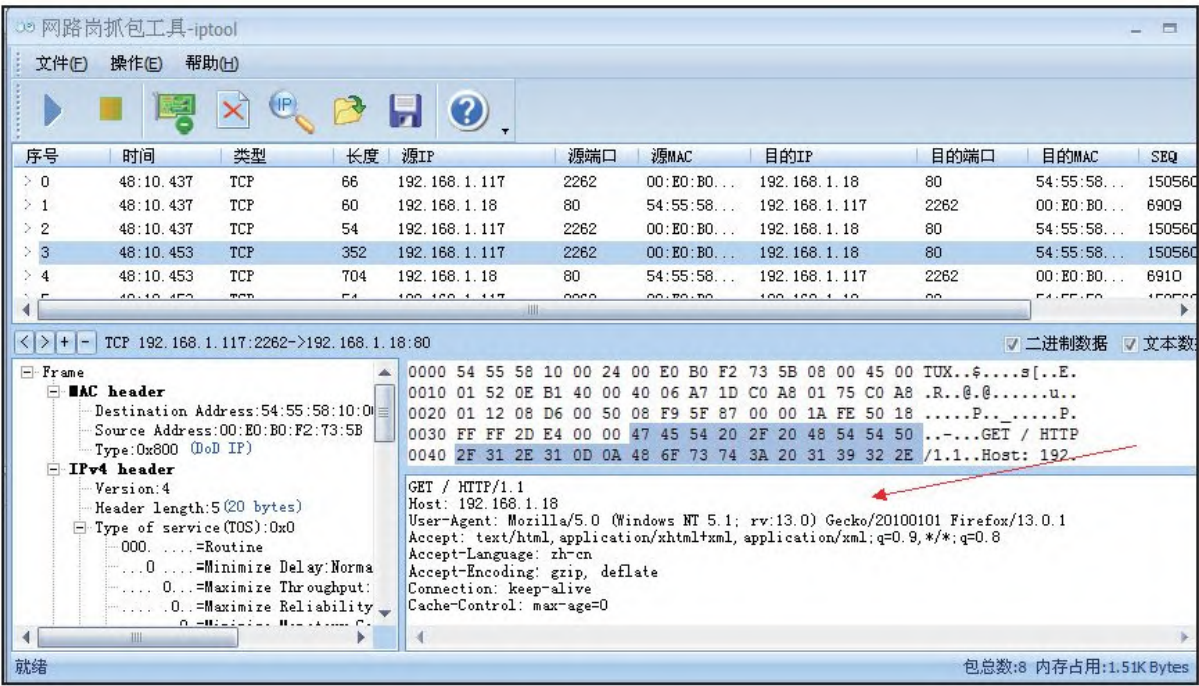

图 24-15 浏览器发送的数据
3) 当我们在浏览器输入服务器的IP地址并访问时，浏览器会向服务器发送一些数据，我们可以使用一些网络抓包工具查看这些数据包。其数据内容见图24-15中的箭头所指的区域。数据包中开头的内容为“GET”。在服务器中我们以这三个字符作为第一次与服务器连接的